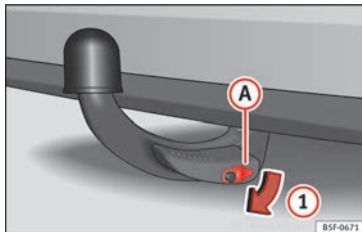

Abb. 227 Schlossabdeckung abnehmen
- Nehmen Sie die Schlossabdeckung **A** in Pfeilrichtung **1** vom Schloss ab » Abb. 227.